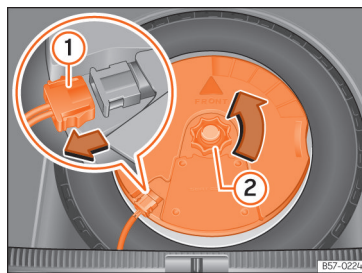

Abb. 190 Im Gepäckraum: Subwoofer ausbauen.
- Ziehen Sie das Subwoofer-Lautsprecherkabel heraus » (Abb. 190) ①.
• Drehen Sie das Befestigungshandrad entgegen dem Uhrzeigersinn heraus »» (Abb. 190) ②.